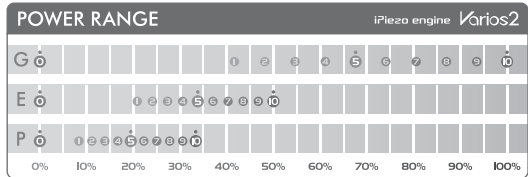

Fig.16
1) Seleccione el modo de funcionamiento con los botones de selección de modo en el panel frontal. La luz situada sobre el modo seleccionado lucirá. (Fig. 16)